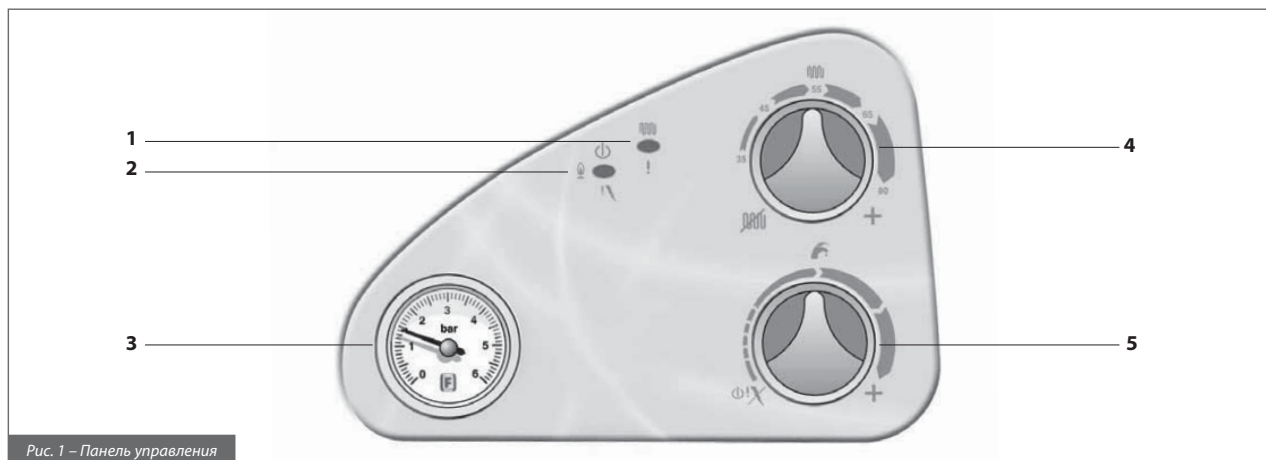
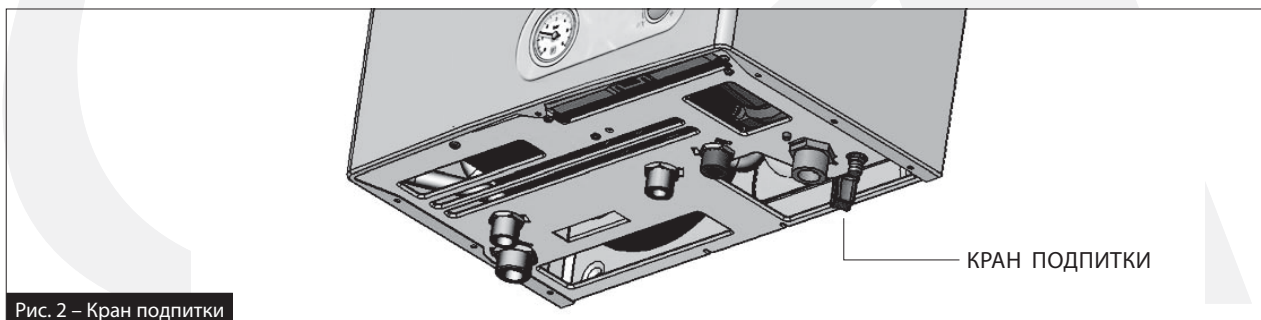

Рис. 1 – Панель управления
Рис. 2 – Кран подпитки
- Подать электропитание на котел (светодиод 2 загорится зеленым светом - Рис. 1)
- Выбрать режим работы котла с помощью регулятора 4 (Рис. 1)
- Регулятором 4 задать желаемую температуру теплоносителя в контуре отопления (Рис. 1)
- Задать температуру ГВС регулятором 5 (Рис. 1)
Когда горелка блокируется, светодиодный индикатор 2 (Рис. 1) загорается красным цветом. Если это произошло, действуйте следующим образом: - проверьте, открыт ли газовый вентиль и есть ли газ в магистрали (путем включения кухонной плиты, например) - убедившись в поступлении газа, разблокируйте горелку поворотом регулятора 5 (Рис. 1) в положение X на несколько секунд. Если котел не включается и снова блокируется при третьей попытке, следует обратиться в Сервисный Центр или к квалифицированному специалисту. Если блокировка горелки происходит часто, сигнализируя о перманентно повторяющейся неисправности, следует обратиться в Сервисный Центр для проведения техобслуживания.
Когда происходит перегрев в системе отопления, светодиодный индикатор 1 (Рис. 1) мигает красным цветом.
В случае блокировки котла вследствие срабатывания реле давления светодиодный индикатор 1 (Рис. 1) мигает желтым цветом. Подпитайте систему отопления через кран подпитки А (Рис. 2), находящийся в нижней части котла рядом с гидравлическими подключениями. Давление в системе отопления (в холодном состоянии) должно быть 1 – 1,3 бар. Для восстановления давления в системе отопления действуйте следующим образом: - открыть кран подпитки системы, вращая его против часовой стрелки, и держать открытым до тех пор, пока манометр 5 (Рис. 1) не покажет давление 1-1,3 бар. Закрыть кран подпитки системы путем вращения его по часовой стрелке. Если блокировка котла по этой причине происходит часто, это свидетельствует о нарушениях в системе отопления. В этом случае следует обратиться в Сервисный Центр для проведения техобслуживания.
В случае возникновения условий, вызывающих аномальную работу дымохода или подачи воздуха, котел блокируется. При блокировке котла из-за нарушений в системе дымохода/воздухоподачи светодиодный индикатор 1 (Рис. 1) загорается желтым цветом. Если это произошло, необходимо обратиться в Сервисный Центр для проведения техобслуживания.
Если котел заблокировался из-за нарушений в работе датчиков температуры, то светодиодный индикатор 1 (Рис. 1) мигает следующим образом: - желтый/красный для датчика температуры контура отопления; - красный/зеленый для датчика температуры контура ГВС. Если это произошло, необходимо обратиться в Сервисный Центр для проведения техобслуживания.